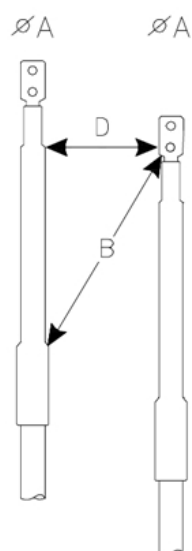

Figura 2
- Distancia entre terminales de la misma **fase** de diferente longitud o punto de sujeción. Figura 2 .